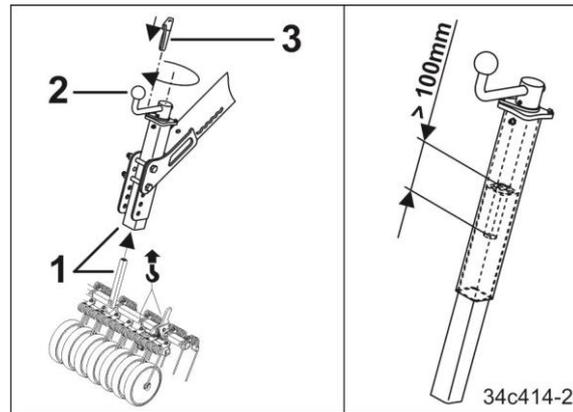

Fig. 511
teil (Fig. 511/1) beider Spindeln zusammen-
9. Die Kurbel (Fig. 511/2) rechts herum dre-
(Fig. 511/3) sichern.